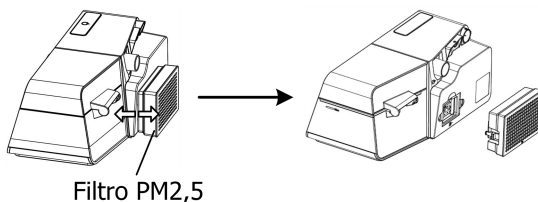

Fig. 19-6
(3) Cambiare il tappo del filtro PM2,5, come mostrato nella Fig. 19-6.